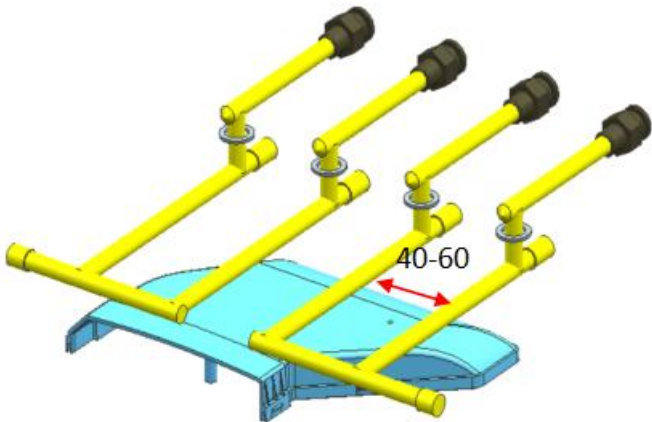

图 8-2 两水路之间的距离
3)冷却水道尽量分布均匀，而且要便于加工。一般水道直径选用 $\varnothing 6$ ,  $\varnothing 8$ ,  $\varnothing 10$ ,  $\varnothing 12$ , 两平行水道间距取 5 倍的水道直径，即 40mm~60mm，如图 8-2 所示。